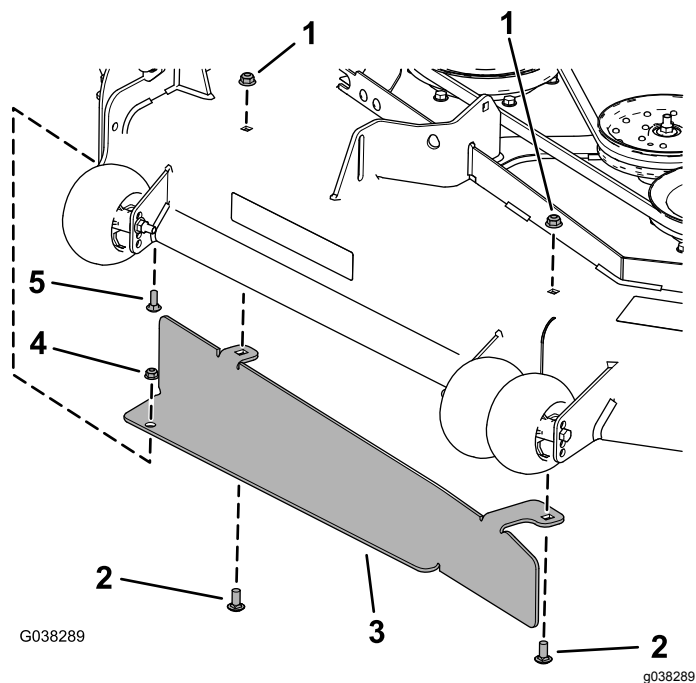

Figura 16
- Montate il deflettore utilizzando il bullone a testa tonda ($\frac{5}{16}$ " x $\frac{7}{8}$ "), il dado flangiato ($\frac{5}{16}$ "), 2 bulloni a testa tonda ($\frac{3}{8}$ " x $\frac{7}{8}$ ") e 2 dadi flangiati ($\frac{3}{8}$ "), come illustrato nella Figura 16.